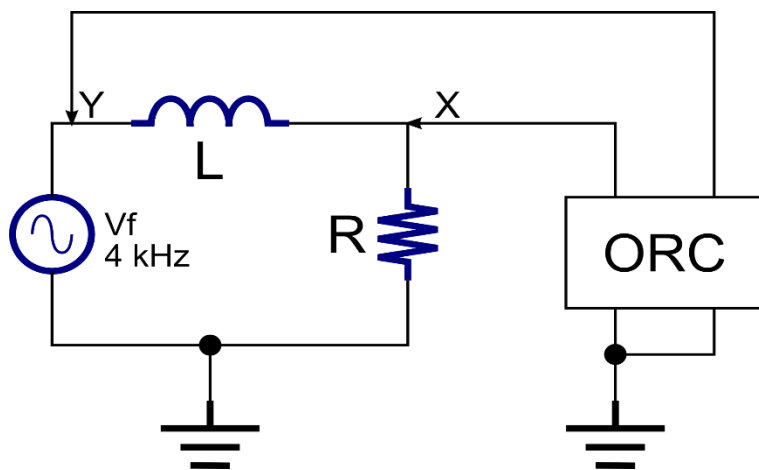

Figura 4. Circuito de medición #4.
- 4 Calcule la reactancia inductiva X_L para el circuito de la Figura 4 con $L = 100\text{ mH}$, suponiendo $f = 2.5\text{ kHz}$.
7. Arme el circuito de medición de la Figura 4. Utilice una inductancia de (100 mH o 1 H) y una resistencia de (2,7 k Ω o 27 k Ω).